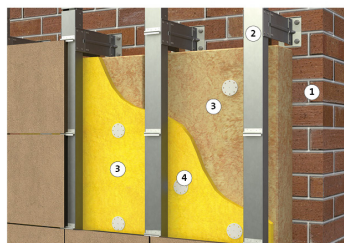

Рис.1. Схема утепления навесного вентилируемого фасада
- Монтаж плит теплоизоляции производится после установки кронштейнов системы навесного вентилируемого фасада (НВФ). (рис.1)